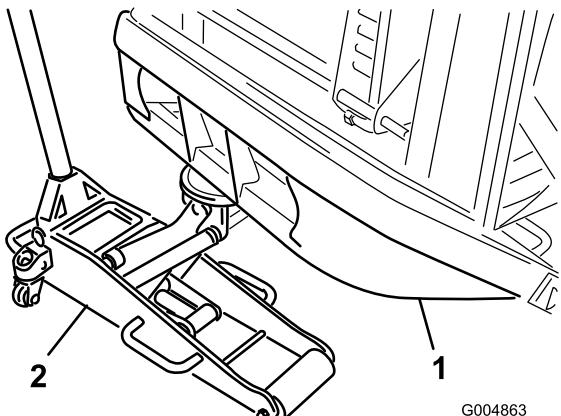

Рисунок 31
- Поместите подходящий напольный домкрат под трубу заднего бампера и поднимите так, чтобы задние колеса приподнялись над землей (Рисунок 31).